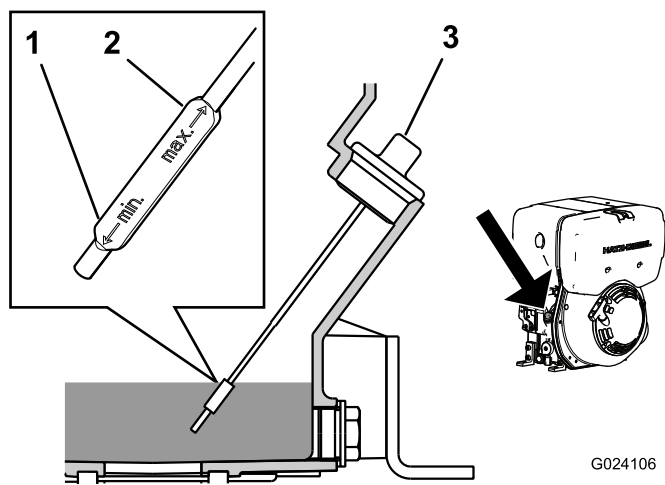

Figura 18
4. Limpe a área ao redor da vareta de nível (Figura 18), evitando a entrada de sujeira no bocal de enchimento e os danos consequentes ao motor.
5. Remova a vareta de nível e limpe a extremidade (Figura 18).
6. Instale e aperte novamente a vareta de nível no bocal de enchimento (Figura 18).